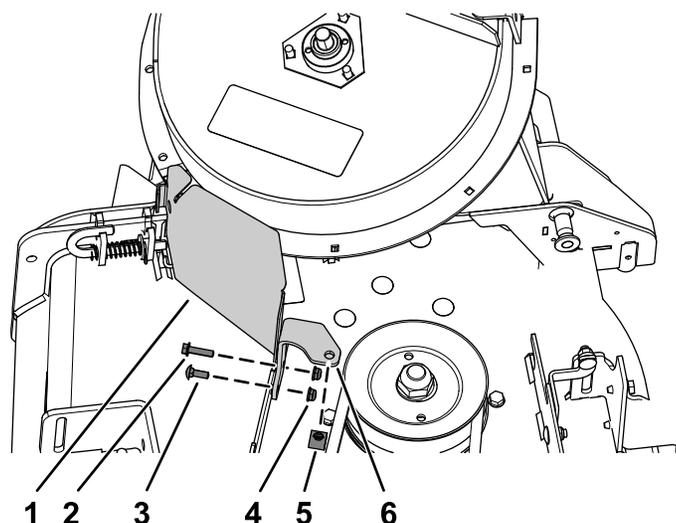

図 12
- CE プーリガードについている穴を、前側デフレクタについている穴および前側デッキフランジの外側の穴に合わせる 図 12。
- CE ベルトカバーブラケットを、前デッキフランジの裏側の穴に合わせる 図 12。
- CE プーリガードとベルトカバーブラケットを、前側デッキフランジの外側穴に取り付ける六角ヘッドボルト $\frac{1}{4}$ " x 1"とフランジナット $\frac{1}{4}$ "を使用して 図 12 のように取り付ける。
- ベルトカバーブラケットを、前側デッキフランジの内側穴に取り付けるキャリッジボルト $\frac{1}{4}$ " x  $\frac{3}{4}$ "とフランジナット $\frac{1}{4}$ "を使用して 図 12 のように取り付ける。
- クリップナットを、CE ベルトカバーブラケットの上部にある穴に合わせ、ブラケットに押し込む 図 12。